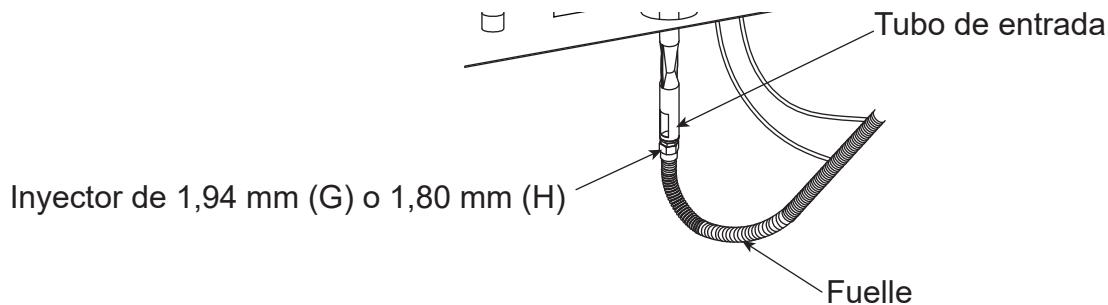

Figura 4
(2) Reemplace el inyector de 2,05 mm por uno de 1,94 mm (G) o 1,80 mm (H) y atorníllelo firmemente al fuelle (ver Figura 4).